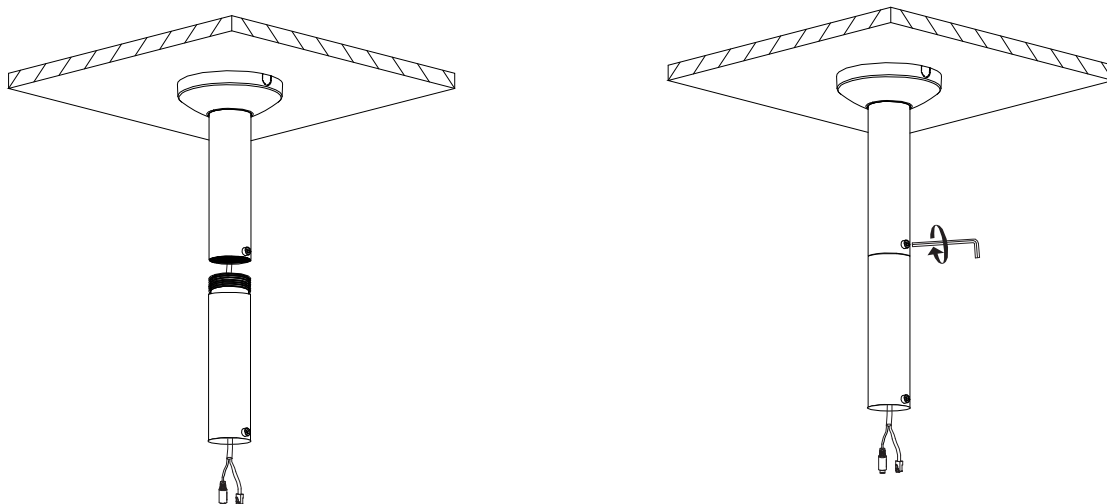

Рисунок 4.6 – Монтаж
9. С помощью ключа «Шестигранник» затяните фиксирующий винт M6×8 потолочного кронштейна BOLID BR-104 (Рисунок 4.6) для фиксации адаптера-удлиннителя.
11. С помощью ключа «Шестигранник» затяните фиксирующий винт M6×8 адаптера-удлиннителя BOLID BR-302 (Рисунок 4.6) для фиксации монтажного адаптера BOLID BR-306.